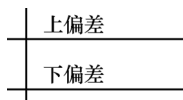

图 3
(2) 重复定义属性。①标记：上偏差，提示：请输入上偏差，值：+0.005。②对正：默认左，文字样式：仿宋，文字高度：2.5。③点击拾取点，将“上偏差”插入图3位置。